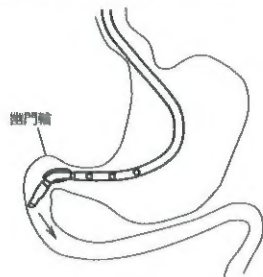

図8
13. 本品の先端部が幽門輪を通過したら、ガイドワイヤー挿入用キャップを緩め、ガイドワイヤーを少しずつ抜き、十二指腸下行脚から上行脚へチューブを押し進める（図8）。